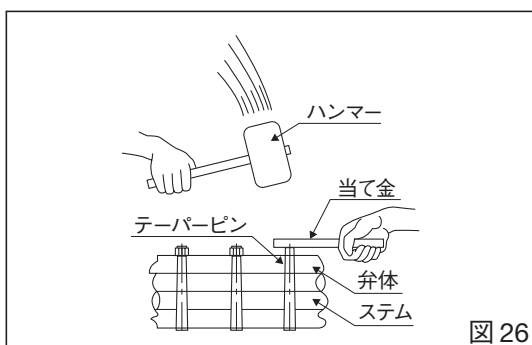

図 26
3.弁体とステムを固定してあるテーパーパーピンを抜いてください。弁体上のナットを緩めて外して頂きネジ部の方が細くなっていますので、ネジ部の方を叩いてテーパーパーピンを抜いてください。弁体を守るためにボルト上に当て金等をしてからハンマーで叩き出してください。(図26)